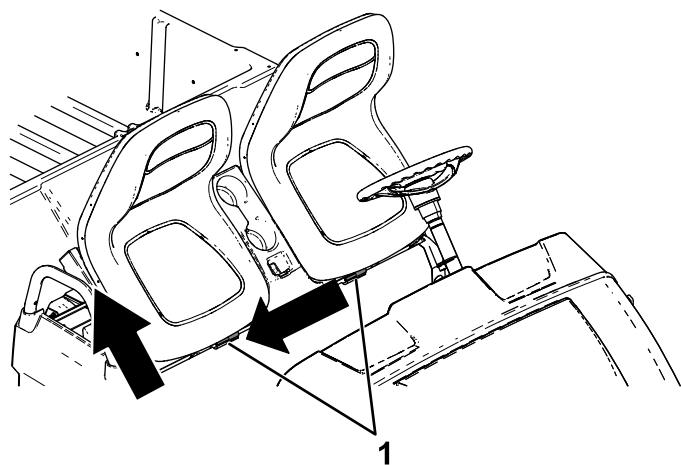

Figura 28
2. Glisai ansamblul scaunului în lateral, în afara tifturilor, i ridicai ansamblul scaunului în sus (Figura 28).